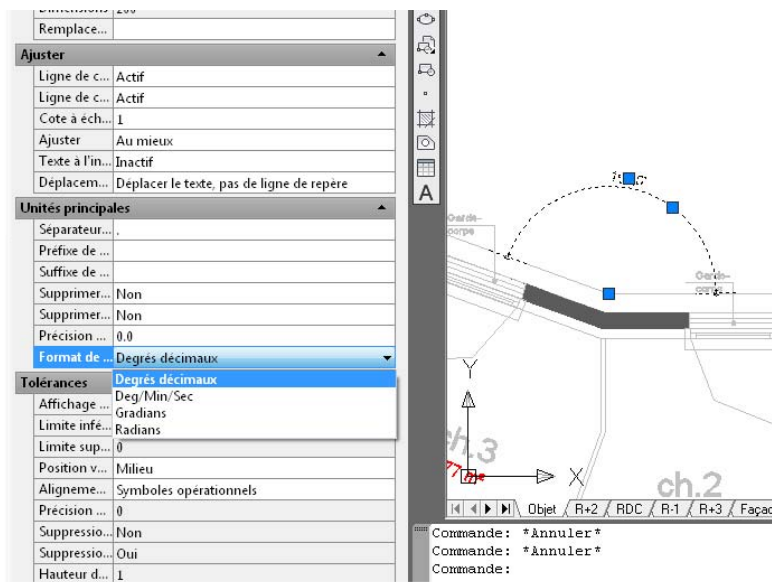

Figure 5.72
- Supposons que vous désireriez changer l'unité utilisée (au lieu des degrés décimaux, utiliser les radians, par exemple). Vous pouvez le faire en cliquant sur le menu Unités principal et en changeant les paramètres suivant les besoins du bureau d'études (voir Figure 5.72).